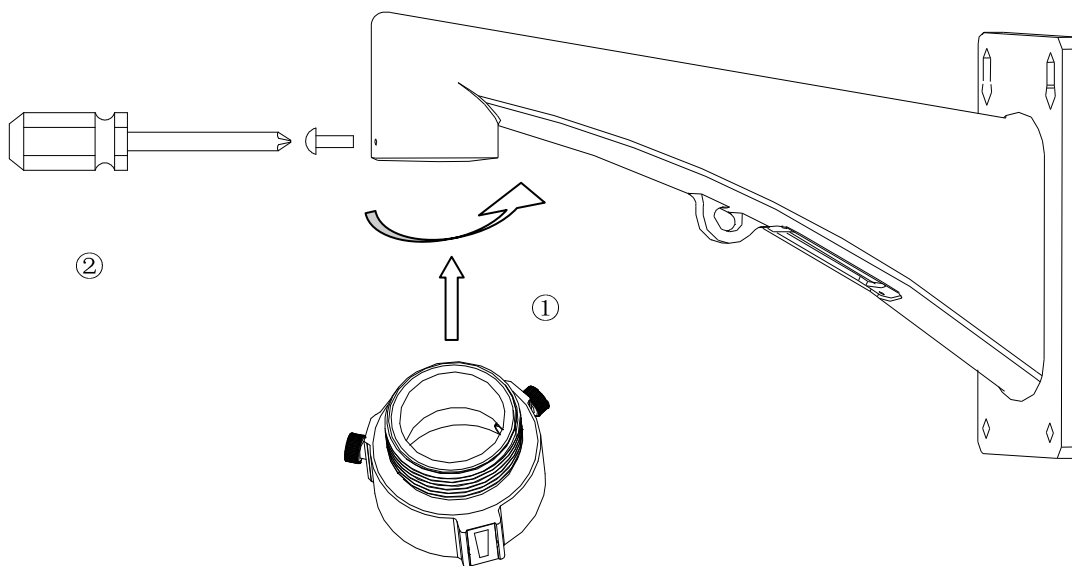

Figura 1.2.20 Installazione dell'adattatore pendant
6). Avvitare l'adattatore pendant alla staffa interponendo del nastro sigillante in dotazione. Assicurarsi di bloccarli per mezzo della vite di bloccaggio come mostrato in Figura 1.2.20.